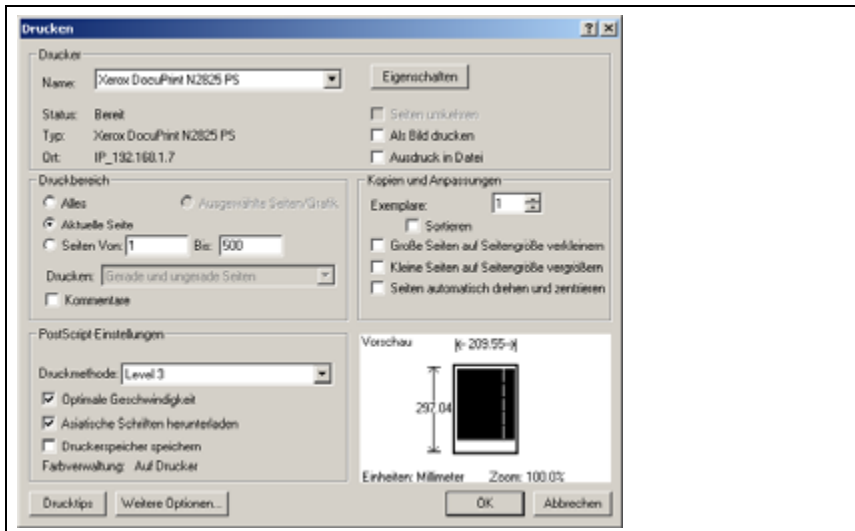

Figura 6.9: Configuración de la impresora para el kit de reparación de la CCB
**Propuesta** para la configuración de impresora, vea figura 6.9.